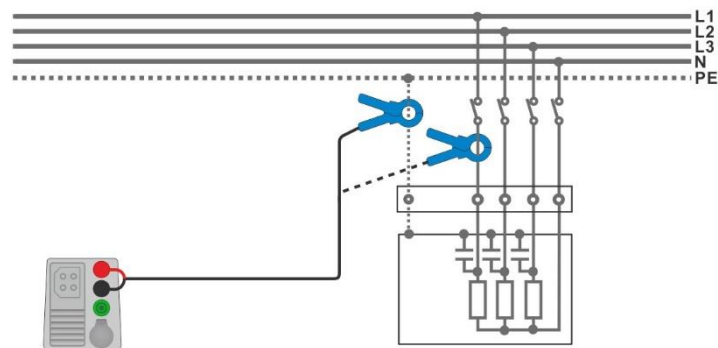

Abbildung 7.31: PE Fehlerstrom- und Laststrommessungen
- › Schließen Sie die Prüfleitungen am Prüfling an, siehe **Abbildung 7.31**.